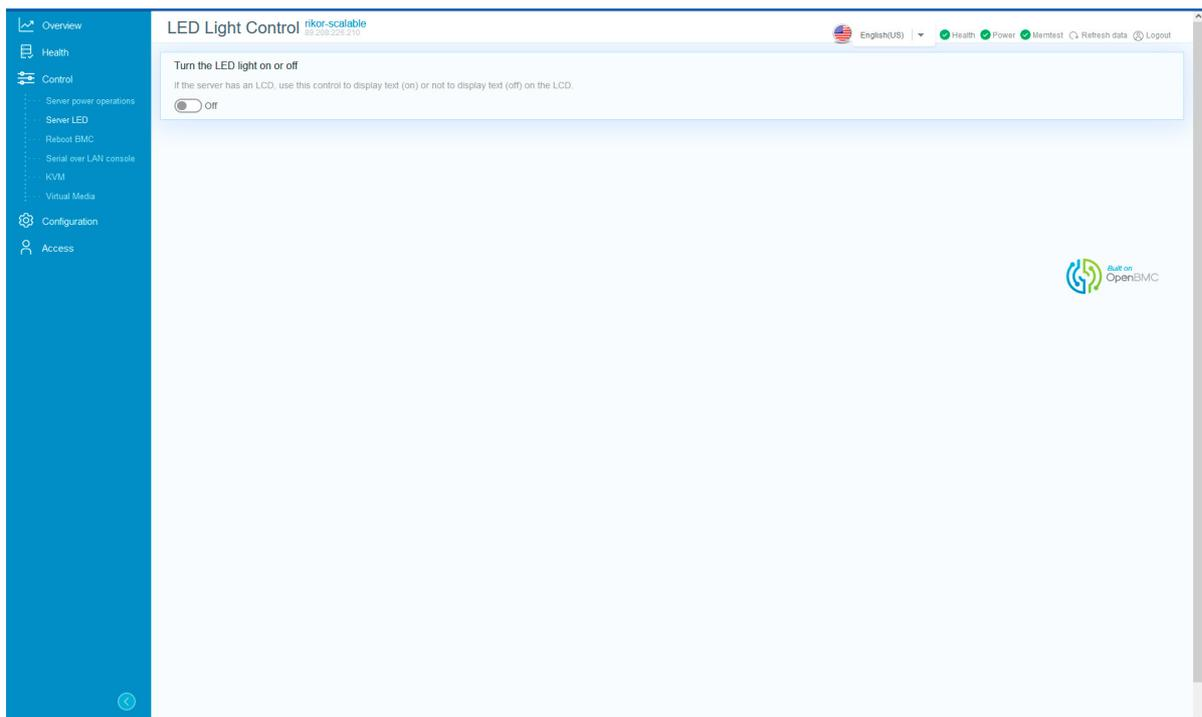

Рис. 76. Окно «Server LED»
- 3) Пройдите во вкладку «Control» → «Server LED» в данной вкладке осуществляется управление светодиодом идентификации сервера в серверной стойке. В поле «Turn the LED light on or off» установите переключатель в активное положение чтобы включить светодиод индикации сервера. Окно показано на рис. 76 Окно «Server LED»